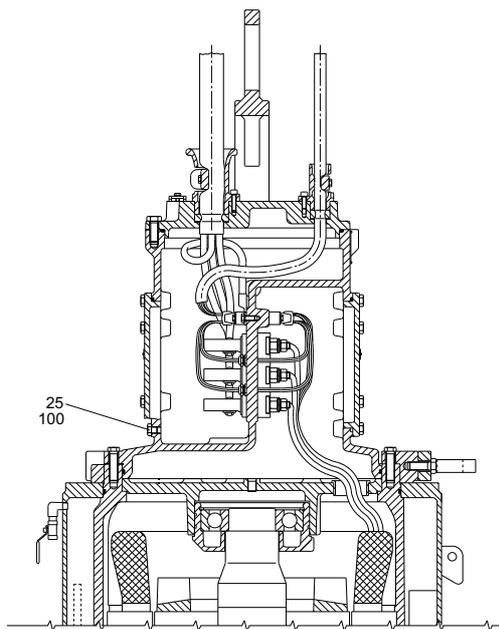

Рис. 44 Испытательные пробки в клеммной коробке
1. Удалить винт (25а) из клеммной коробки (164а). См. рис. 44.
2. Удалить пробку (25) с кольцевым уплотнением (100) из клеммной коробки.
3. Установить вместо пробки (25) испытательную пробку (J).
4. Закрепить газовый шланг на испытательной пробке (J) и создать избыточное давление 0,8 бар в корпусе статора (I).